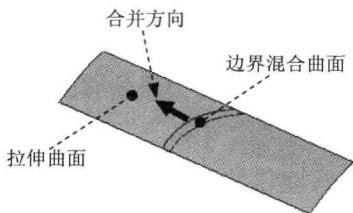

图 1.8 定义合并 1
Step9. 创建合并特征——合并 1。按住 Ctrl 键，选取图 1.8 所示的边界混合曲面和拉伸曲面为合并对象；选择下拉菜单 **编辑(E)** → **合并(G)**... 命令；单击调整图形区中的箭头使其指向要保留的部分，如图 1.8 所示。